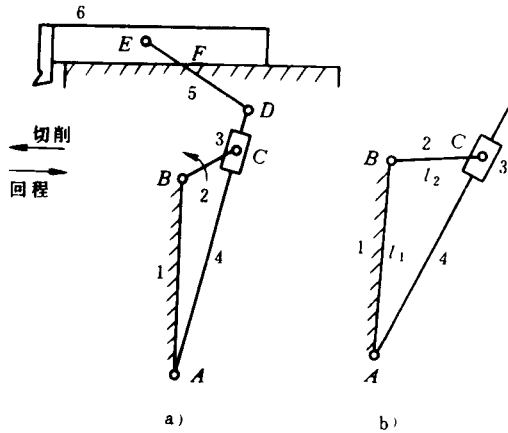

图 1-9
2. 设计一摆动导杆机构(图 1-9)。已知机架长度 $l_{AB}=l_1=100\text{mm}$ ，行程速比系数 $K=1.2$ 。